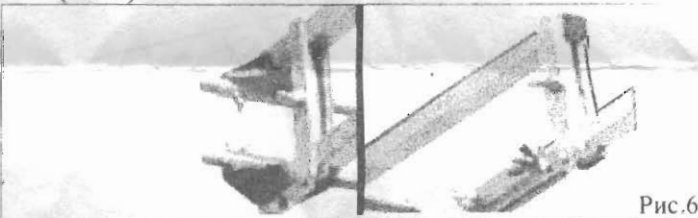

Рис.6
- 6.8 Присоединить штангу 2 усиливающими накладками (Рис.6)